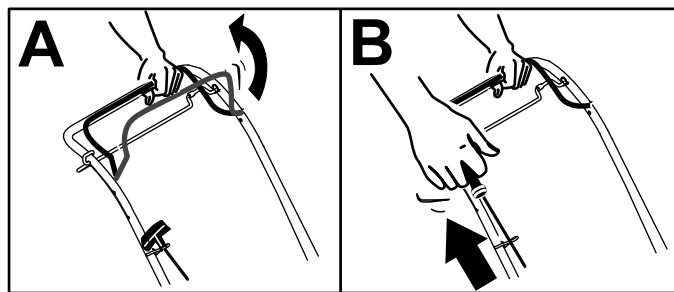

Figure 11
1. Maintenez la barre de commande des lames contre le guidon (A de la Figure 11).
2. Tirez la poignée du lanceur (B de la Figure 11).